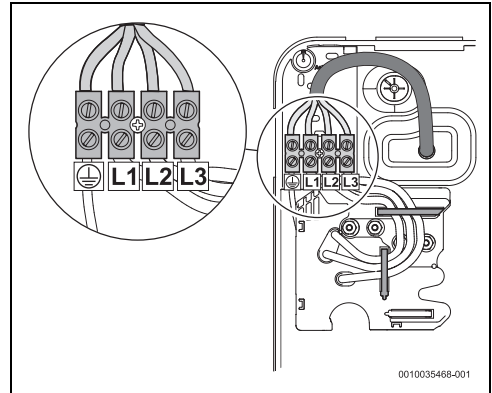

Fig. 40 Raccord supérieur
- Raccordement supérieur (fig. 40)